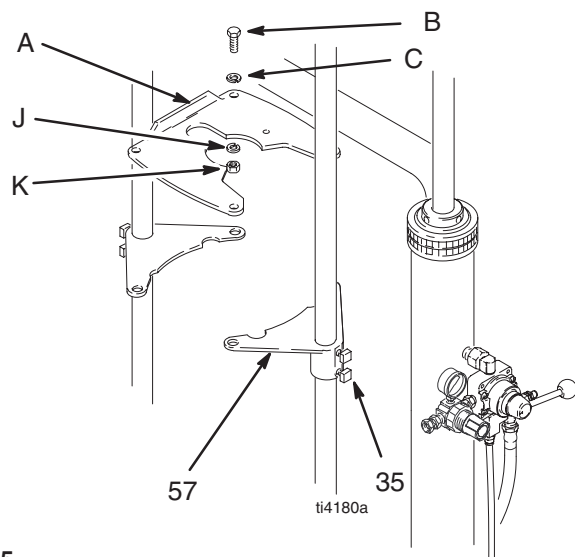

Fig. 5
1. Coloque las ménsulas de montaje (57) de forma que la parte superior de la bomba esté despejada de la viga de soporte (3).
2. *Sólo para las bombas President y Monark Check-Mate 200*, instale la placa de montaje (A) en las ménsulas de montaje (57) usando cuatro tornillos (B) y arandelas de seguridad (C). Vea la Fig. 5. Observe que la placa está orientada de forma distinta para la bomba President y para la bomba Monark.